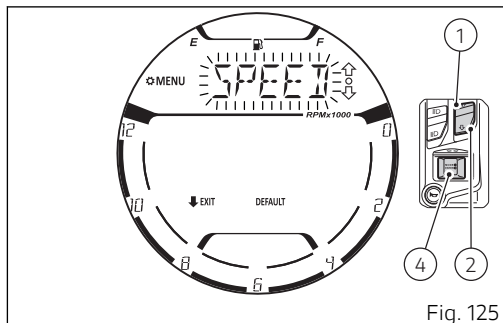

Fig. 125
Mediante los pulsadores (1) y (2) seleccionar el valor parpadeante "SPEED" (Fig. 125) y presionar el pulsador (4).
En alternativa con los pulsadores (1) y (2) es posible seleccionar la unidad de medida deseada haciéndola parpadear. Presionar el pulsador (4) para confirmar. Luego el display vuelve a visualizar la inscripción "SPEED" parpadeante (Fig. 125).
Luego el display vuelve a visualizar la inscripción "SPEED" parpadeante (Fig. 125).